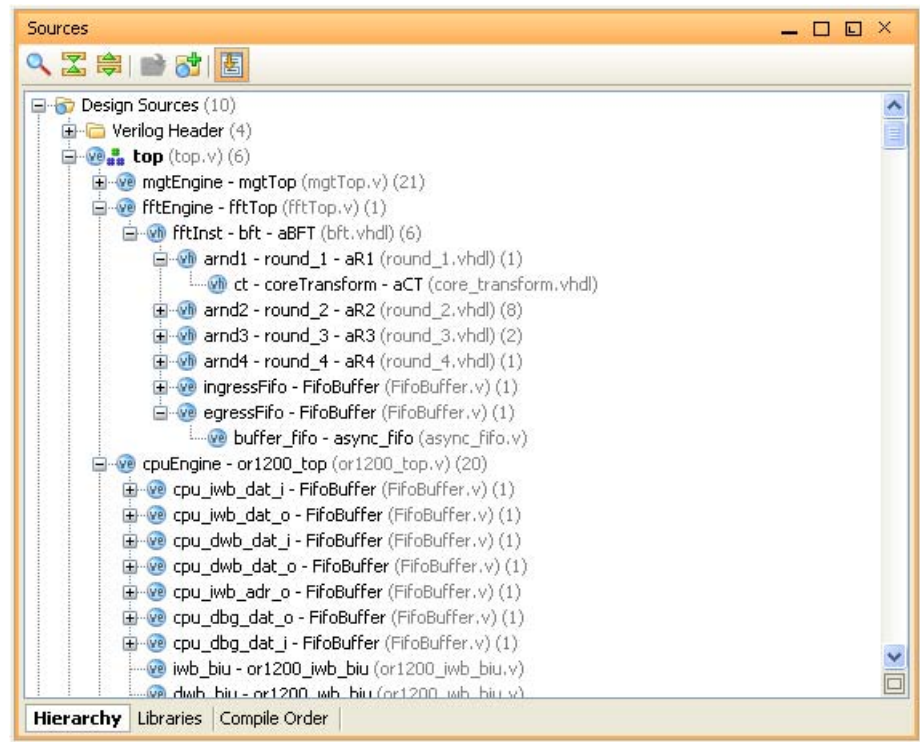

図 4-39： [Sources] ビュー
126 ページの図 4-39 に、[Sources] ビューの例を示します。
- [Hierarchy] タブには、最上位モジュールを含むデザイン ソースの階層ビューが表示されます。最上位モジュールでは、コンパイル、合成、インプリメンテーション用のデザイン階層が定義されます。[Sources] ビューでは、最上位モジュールのアイコンで表示されます (図 4-39)。PlanAhead では自動的に最上位モジュールが識別されますが、[Set as Top] コマンドを使用して手動で最上位モジュールを定義することもできます (127 ページの「[Sources] ビューのポップアップ メニュー」)。
[Sources] ビューのツールバーには、次のコマンドがあります (図 4-39)。